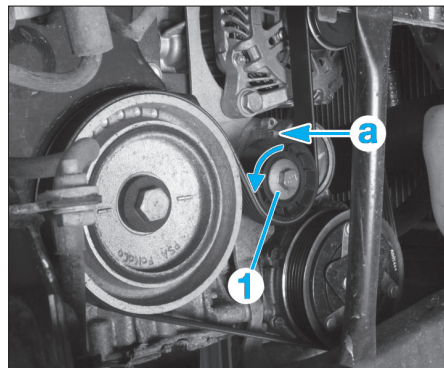

Fig. 2
- Tourner le galet tendeur (1) dans le sens antihoraire (Fig.2).